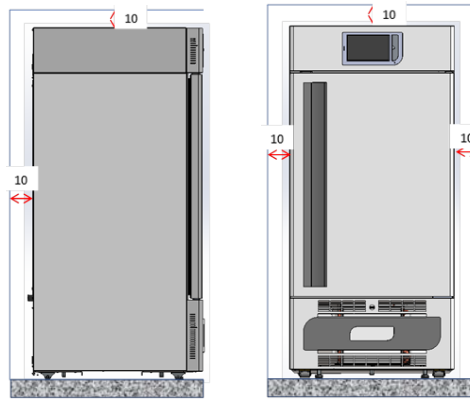

Ilustración 1 – posicionamiento equipo
- Colocar la máquina manteniendo una distancia mínima de 10 cm de cualquier pared (si el equipo es empotrado en muebles, el condensador tiene siempre que ser aireado) (Ilustración 1 – posicionamiento equipo)